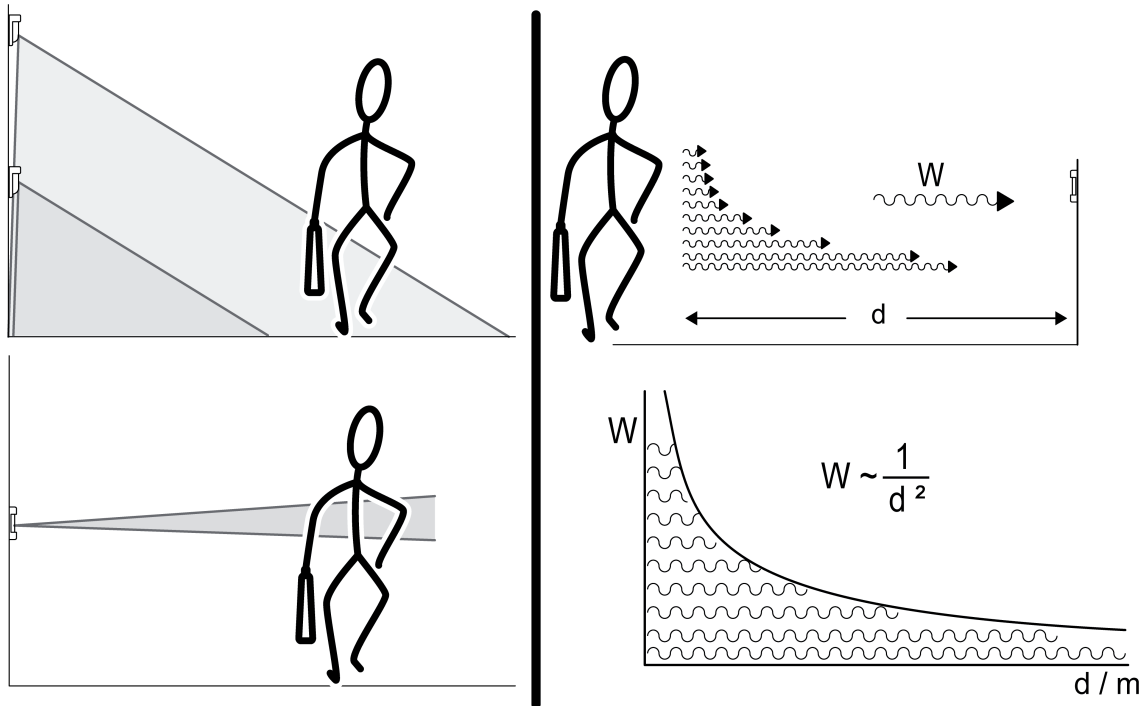

Figura 4: Rilevamento di fonti di calore - geometria del campo di rilevamento e distanza (legge della distanza fotometrica)
- Geometria del campo di rilevamento: Un segnalatore di movimento rivolto verso il basso in modo inclinato si differenzia da uno che osserva rettilineo verso l'infinito (figura 4).
- Distanza tra fonte di calore e segnalatore di movimento: se la distanza della fonte di calore dal sensore è elevata, il segnale valutabile dal sensore è debole (figura 4).